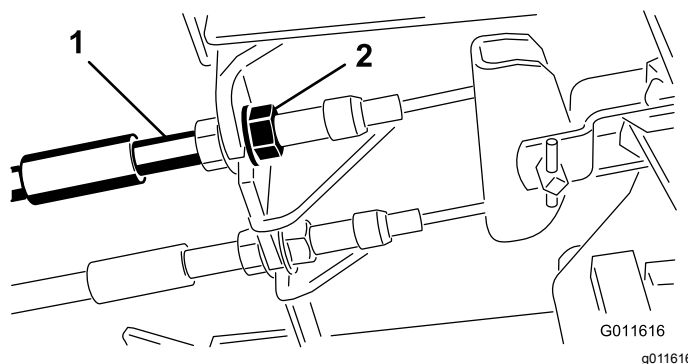

図 85
1. 遊びを減らすブレーキを締めるには、ブレーキケーブルのねじ山の前ナットをゆるめ、後ろのナットを締める 図 85。